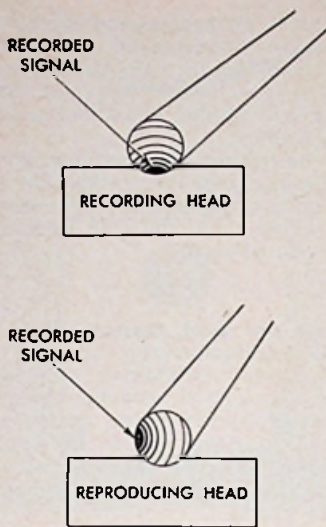

Fig. 18
**Band contra draad.** Behalve het gemak van de kleine ruimte die draad in beslag neemt, heeft dit uitsluitend nadelen, waardoor het praktisch alleen in aanmerking komt voor spraak. Draad is te dun om goed te hanteren en te dik voor een goede frequentiekenarakteristiek. Draad kan gemakkelijk langs zijn lengte-as draaien (torsie), waardoor de plaatsen van sterkste magnetisatie bij weergave niet meer naar de kop gekeerd is, met als onvermijdelijk gevolg een afval van de hoge tonen. Zie fig. 18. (Fig. 18 19 zijn overgenomen uit het boekje „Fundamentals of
Fig. 18. Versterkercurven. De volgetrokken lijn stelt de ideale situatie voor. De streep-strip lijnen geven de veelal voorkomende toestand weer, al naar de kwaliteit der toegepaste uitgangstrafo of de dimensionering der voortrappen. De streeplijn toont een aanvaardbare situatie, die geen extra correctie verlangt.